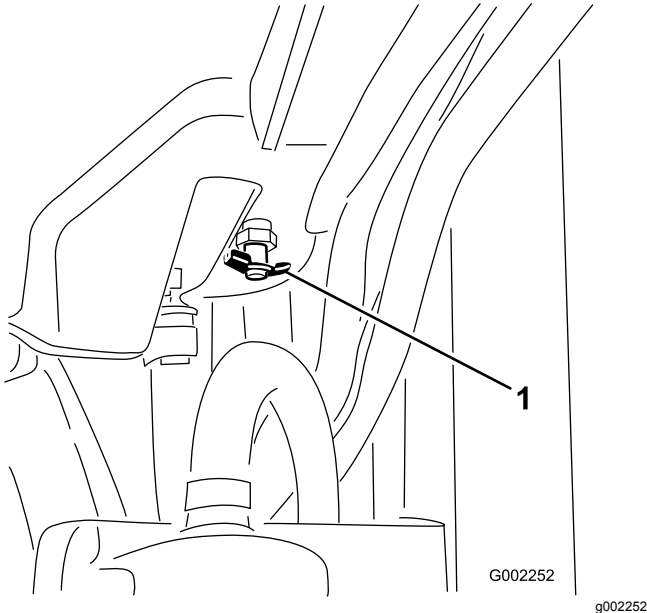

Figura 86
4. Aprite la valvola di spurgo e spurgate il refrigerante nella bacinella (Figura 86).
5. Chiudete la valvola di spurgo (Figura 86).